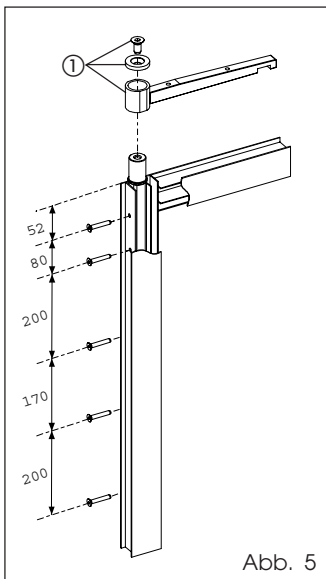
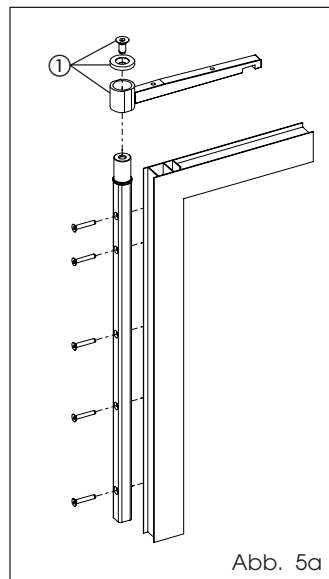
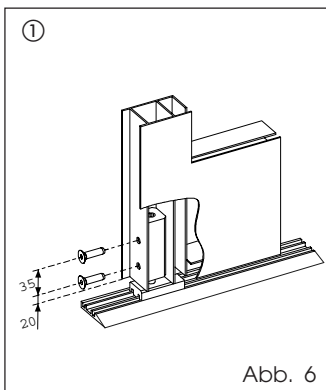
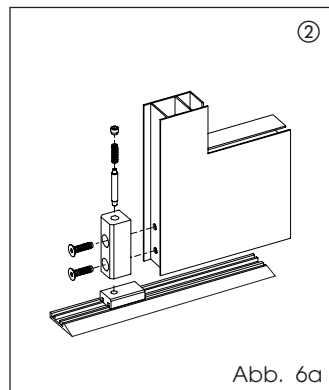

Abb. 5
Abb. 5a
Abb. 6
Abb. 6a
N.B.: Der seitliche Panikbügel und der Gleitschuh können innenliegend im Flügel untergebracht (Abb. 5 und Abb. 6) oder von der Außenseite befestigt werden (Abb. 5a und Abb. 6a). Wenn sie innenliegend montiert werden, Bohrungen mit $\varnothing 8,5$ ausführen und die im Lieferumfang enthaltenen Schrauben verwenden. Bei der Befestigung auf der Außenseite entsprechende selbstschneidende Schrauben (nicht mitgeliefert) verwenden.
Den oberen Bügel unter Verwendung der Unterlegscheibe und der Schraube (mitgeliefert) laut Angaben in Abb. 5 Bez. ① montieren.